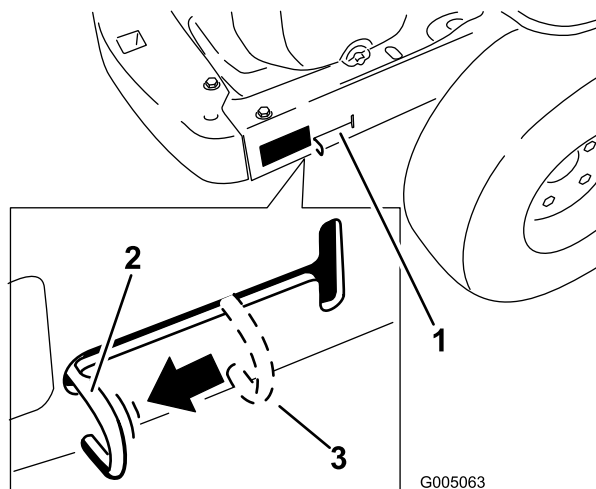

Bild 17
4. Schieben Sie die Bypasshebel nach hinten und dann nach unten, um sie zu arretieren, wie in Bild 17 dargestellt, um die Radmotore auszukuppeln. Wiederholen Sie die Schritte an jeder Maschinenseite.
Schieben Sie die Bypasshebel nach oben und drücken Sie sie dann nach vorne in die **Mitte** des horizontalen Schlitzes (Bild 17), um die Radmotore einzukuppeln.